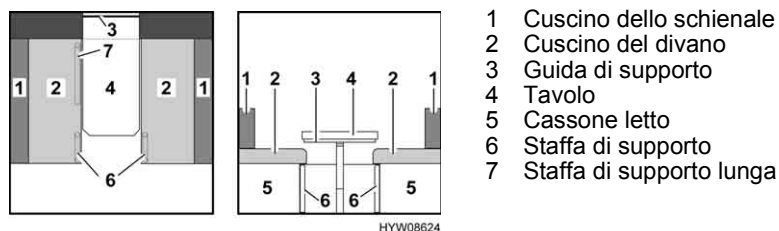
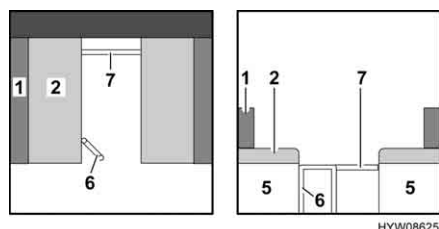

Fig. 39 Prima della trasformazione
Fig. 40 Durante la trasformazione
- Sollevare leggermente il piano del tavolo (Fig. 39,4) in avanti.
- Alzare il piano del tavolo di circa 45°, sollevarlo dalla guida di supporto (Fig. 39,3) e posarlo da parte. Il tavolo non è necessario per la trasformazione dei letti.
- Collocare un cuscino del sedile (Fig. 40,2).
- Sganciare la staffa di supporto (Fig. 39,6) sul cassone letto e ruotarla di circa 45° come illustrato in Fig. 40.
- Sganciare la staffa di supporto lunga (Fig. 39,7) sul cassone letto e agganciarla nel cassone letto di fronte.